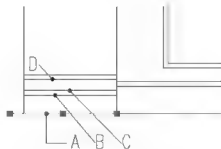

图 5.47 向左将 A 线拉长 60mm
(5) 在指定拉伸点或 [基点(B)/复制(C)/放弃(U)/退出(X)]: 提示下, 打开【正交】功能, 将光标水平向左拖动, 输入“60”后按 Enter 键, 结果如图 5.47 所示, A 线从左端点处向左拉长 60mm。